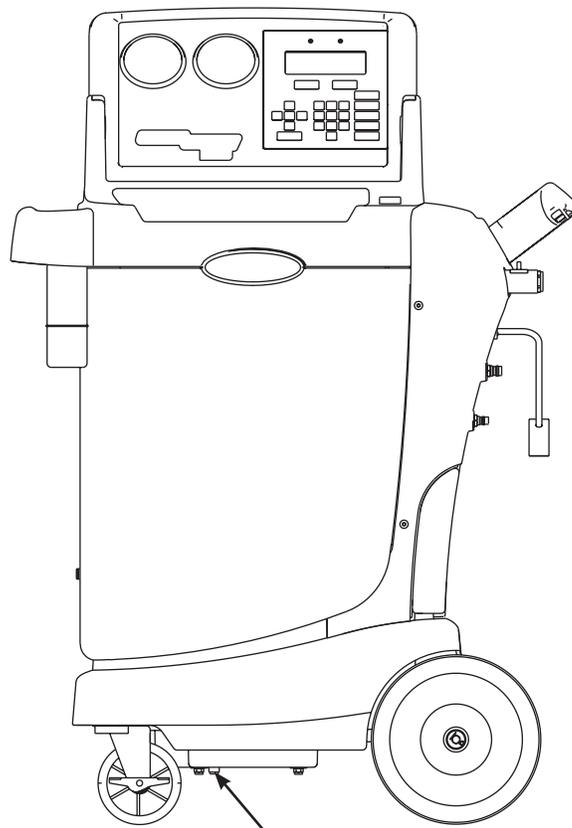

Figure 15
3. Reportez-vous à la Figure 15 et assurez-vous que l'aimant au bas de l'unité est propre. Appuyez sur **START / YES (marche / oui)**.